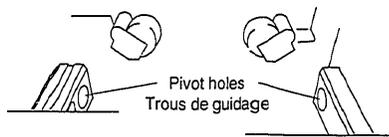

Fig. 12
- (1) Gently, squeeze together the bottoms of the cassette door latches. When the latches are free of the restraining holes, remove the cassette door by pulling it forward.
13. Installing Cassette Doors (Fig. 12)
- (1) Appliquer une pression légère sur le fond des verrous de porte de cassette. Lorsque les verrous sont dégagés des orifices de retenue, retirer la porte de cassette en la tirant vers l'avant.
13. Installation des portes de cassettes (Fig. 12)